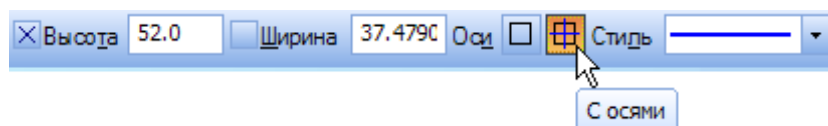

Рисунок 36
- Прямоугольник нужно построить с осями симметрии — нажмите кнопку С осями  в группе Оси на Панели свойств (рис. 36).